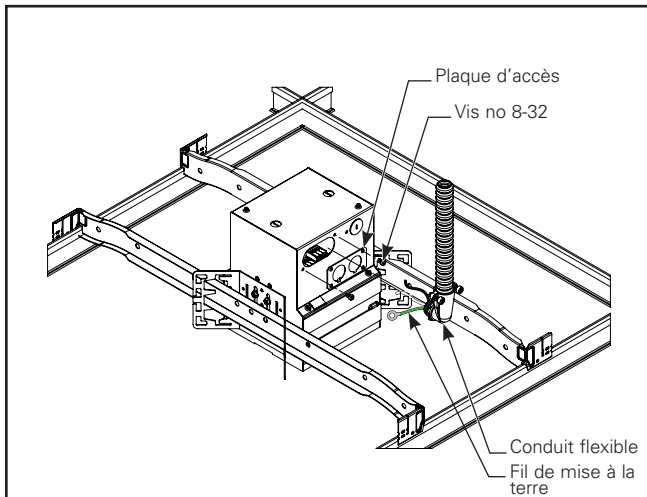

Figure 1.5.
3. Retirez la plaque d'accès du luminaire et ouvrez l'une des entrées défonçables de 12,7 mm (1/2 po). (Figure 1.5)